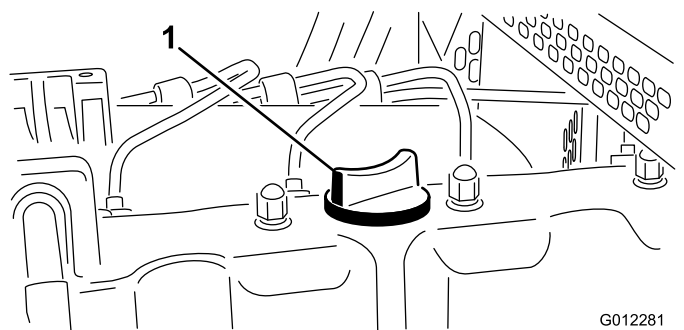

Figure 37
5. Si le niveau n'atteint pas le repère MAXIMUM, enlevez le bouchon de remplissage (Figure 37) et faites l'appoint jusqu'au repère MAXIMUM sur la jauge.